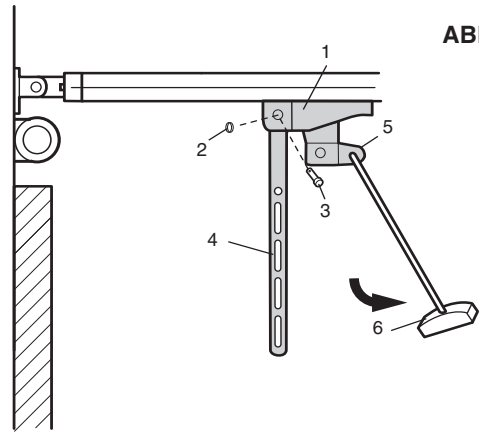

ABB. 6
- Handriegelsseil bzw. Griff fest nach unten und hinten ziehen und damit den äußeren vom inneren Laufschlitten trennen (Abb. 6).